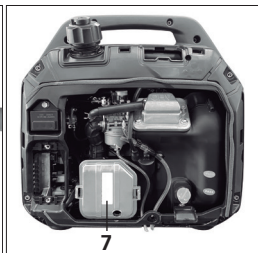

Fig. 23
2. Remova a tampa do filtro de ar (7) [Fig. 23].